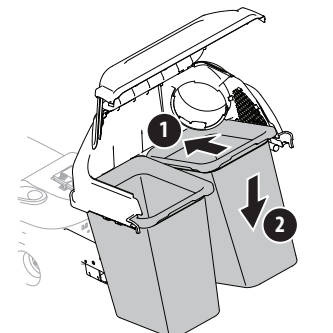

Figure 18
- Installez les deux sacs à herbe sur leur support en insérant d'abord la partie avant du sac (1), comme indiqué dans la Figure 18, puis la partie arrière jusqu'à ce que chaque sac soit correctement placé sur son support (2).